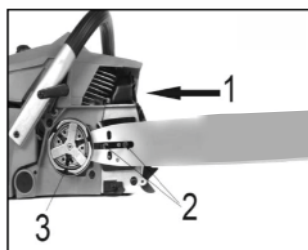
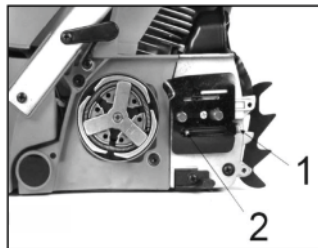

Рис. 3
Рис. 4
С помощью отвертки поверните регулировочный винт (1) против часовой стрелки, пока выравнивающий штифт (2) (выступающий вал) не достигнет своего предельного положения (Рис.3).
Установите пазовую часть пильной шины (1) (Рис.1) на шинные болты (1-2). Передвигайте шину за муфту сцепления (3) (Рис.3) до тех пор, пока она не остановится (Рис. 4).